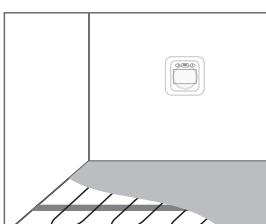

Рис.6
8. Залейте цементно-песчаную стяжку (Рис.6)